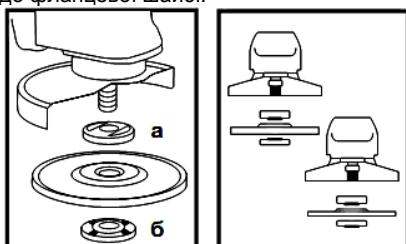

Рисунок 2
5.4 Встановіть на виріб шліфувальний або відрізний круг. Для цього натисніть на кнопку фіксації шпинделя (1) і проверніть шпиндель до такого положення, при якому він зафіксується. За допомогою вилочного ключа з комплекту виробу відверніть і зніміть затискну гайку (б) (дивіться рисунок 2). Встановіть шліфувальний диск на посадкове місце фланцевої шайби (а) (рисунок 2), наживіть рукою затискну гайку на шпиндель і затягніть її ключем з комплекту виробу.